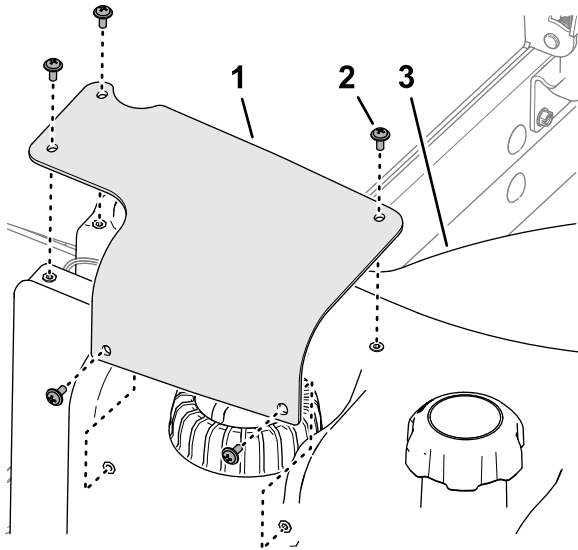

Bild 88
- Entfernen Sie die fünf Kreuzschlitzschrauben, mit denen der Kraftstoff-Füllstandsensoren am Kraftstofftank befestigt ist, und nehmen Sie die Abdeckung ab (Bild 88).